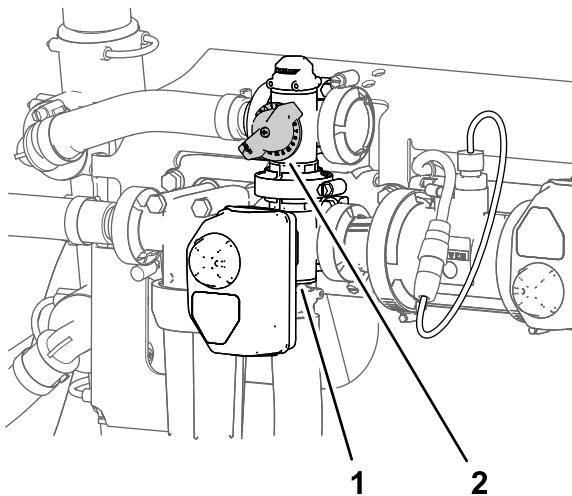

Figure 34
- Réglez la vanne de dérivation d'agitation (Figure 34) à l'arrière de la vanne d'agitation jusqu'à ce que la pression indiquée soit 6,89 bar.